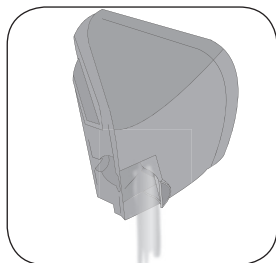
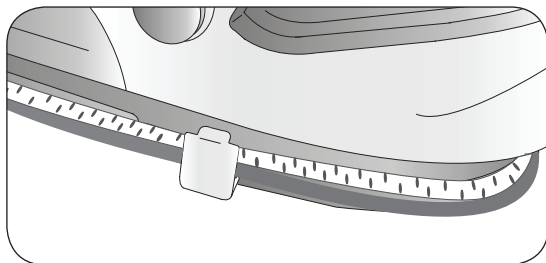

Fig. 11
Fig. 12
Posizionare la manopola di regolazione della temperatura (I) su "min". Staccare la spina dalla presa elettrica. Lasciare raffreddare il ferro da stiro sull'apposita griglia appoggia ferro e riporre l'apparecchio avendo l'accortezza di non far toccare i cavi di alimentazione e di collegamento con le parti calde dell'apparecchio. Rimuovere la cartuccia anticalcare e svuotarla dall'acqua che potrebbe esservi entrata. Svuotare completamente il serbatoio dell'acqua in modo da evitare che il ristagno dell'acqua favorisca la formazione del calcare (Fig. 11). Riporre il cavo di alimentazione e il tubo vapore nella loro sede (Fig. 12). Riporre l'apparecchio su una superficie stabile e lontano dalla portata dei bambini.